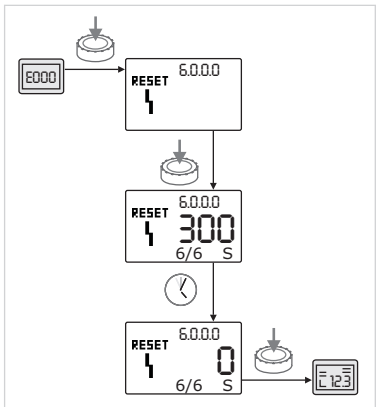

Fig. 62: Квитування помилок типу B (X = Y)
- Якщо фактична кількість помилок дорівнює їх максимальній кількості (Fig. 62):